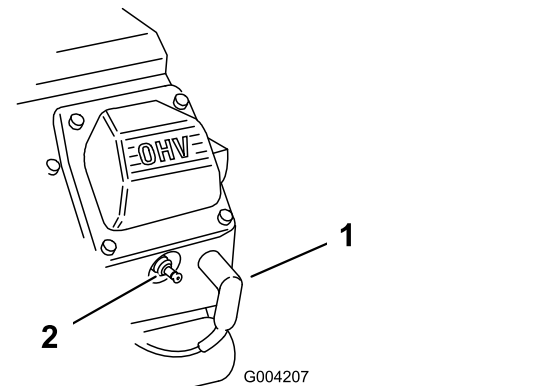

Figura 46
2. Puxe os cabos das velas (Figura 46).
3. Coloque os cabos nas velas de ignição (Figura 46).